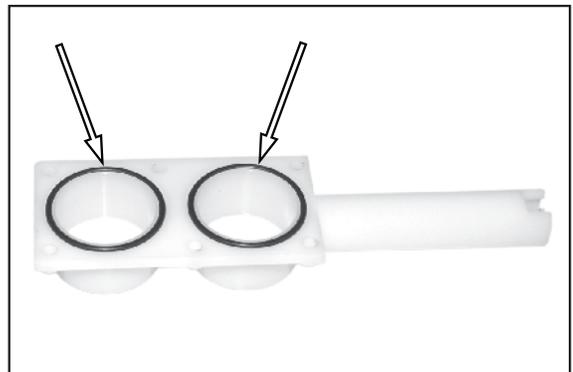

Figure 65.
3. Voir Figure 65. Si nécessaire, remplacez les deux joints toriques.